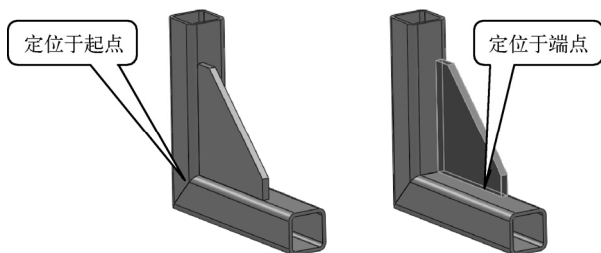

图 6-115 角撑板的位置
- “位置”卷展栏：用于设置角撑板在所选面与边界的相对位置，如可设置“定位于起点”“定位于中点”和“定位于端点”等，如图 6-115 所示，勾选“等距”复选框，则可在下面的“等距值”复选框中设置角撑板距离某个边界的确切距离。